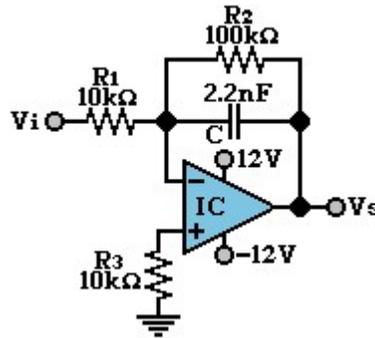
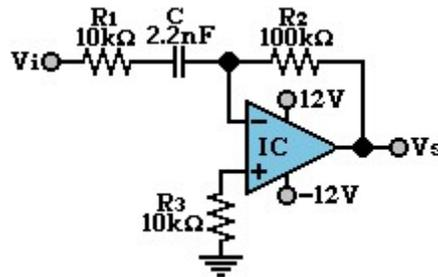

Figura 3.1
Figura 3.2
2. Encuentre la función de transferencia para el circuito de la figura 3.1 y calcule la amplitud de la señal de salida si se tuviera una señal de entrada senoidal de 2Vpp a 5kHz.
3. Encuentre la función de transferencia para el circuito de la figura 3.2 y determine la amplitud de la señal de salida, si en la entrada se tiene una señal senoidal de 2Vpp, con 1kHz.
4. Realizar la simulación del circuito de la figura 3.1 y 3.2 con la amplitud y frecuencia indicada en los puntos 1 y 4 respectivamente, utilizando señales: senoidal, cuadrada y triangular.
5. Realizar la simulación del circuito (respuesta en frecuencia) de la figura 3.1 y 3.2 indicadas en la tabla 3.1.
- Arme el circuito de la figura 3.1. Con una señal senoidal de $2V_{pp}$ y una frecuencia de 5kHz . Observe y dibuje las señales V_i y V_s , acotándolas debidamente.
- Arme el circuito de la figura 3.2. Con una señal senoidal V_i de 2Vpp, a una frecuencia de 1kHz. Observe y dibuje las señales V_i y V_s , acotándolas debidamente.
- Si la salida del circuito de la figura 3.1 es la señal de entrada del circuito de la figura 3.2. ¿Qué señal de salida se obtendrá en el circuito de la figura 3.2, si la señal de entrada del circuito de la figura 3.1 es una señal senoidal?